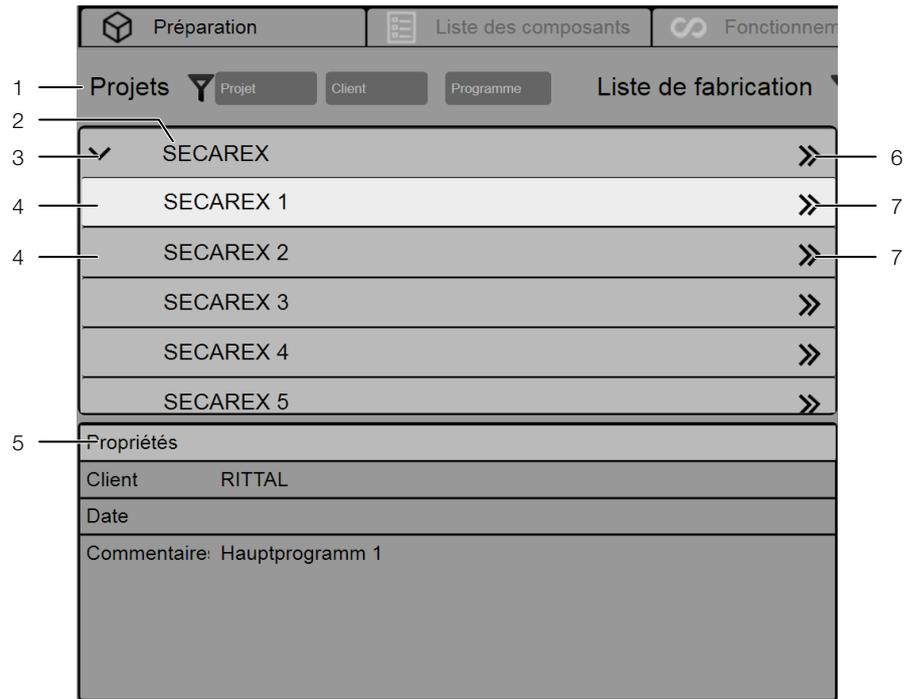

Fig. 8 : onglet « Préparation » – Projets
- Appuyer sur le bouton de commande « >> » (fig. 8. pos 6) derrière le nom du projet.
- Appuyer sur le bouton de commande « > » (fig. 8. pos 3) devant le nom du projet.
- Appuyer sur le bouton de commande « >> » (fig. 8. pos 7) derrière le nom du programme principal souhaité.
Les pièces sont (à nouveau) ajoutées à la liste de fabrication à chaque action sur un bouton de commande « >> » (fig. 8. pos 7). Vous pouvez ainsi également regrouper les pièces de plusieurs programmes principaux dans une liste de fabrication.